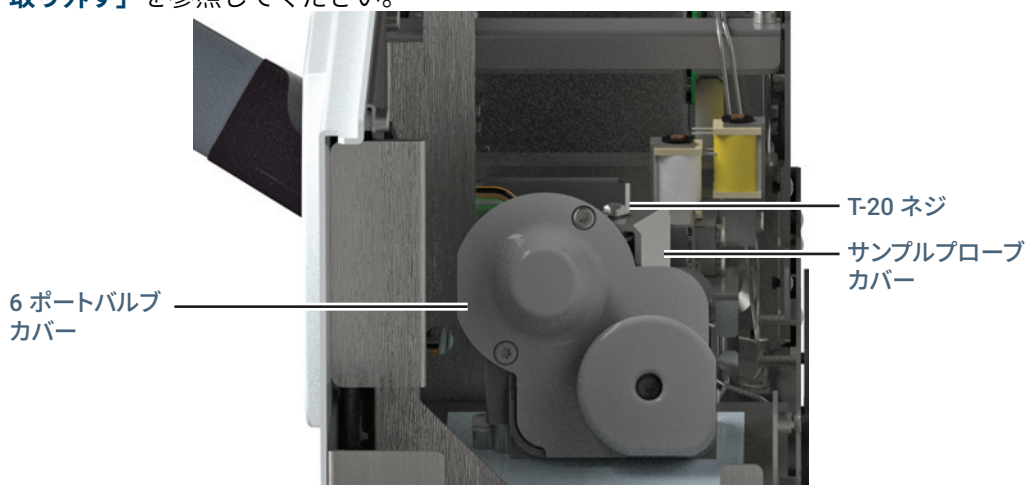

図 17. バルブカバーとサンプルプローブカバー
- バルブ/ループカバーを取り外します(図 17)。19ページの「バルブ/ループカバーを取り外す」を参照してください。